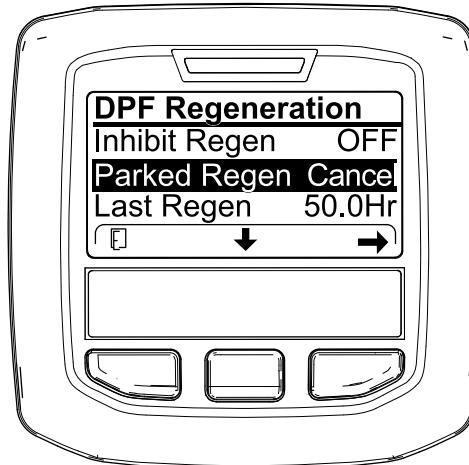
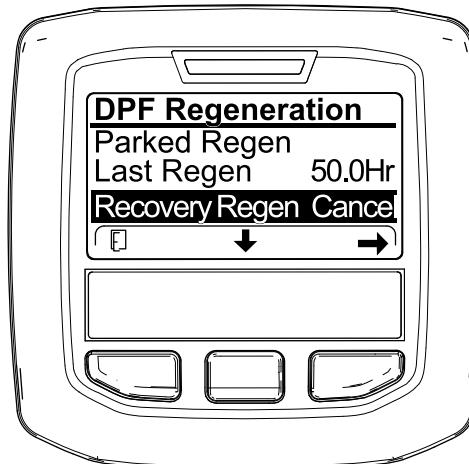

Рисунок 64
Рисунок 65
- Перейдите к меню регенерации DPF (Рисунок 64).
- Нажмите среднюю кнопку, чтобы перейти вниз к опции PARKED REGEN CANCEL (Отмена стационарной регенерации) (Рисунок 64) или к опции RECOVERY REGEN CANCEL (Отмена восстановительной регенерации) (Рисунок 65).
- Нажмите правую кнопку для выбора опции Regen Cancel (Отмена регенерации) (Рисунок 64 или Рисунок 65).